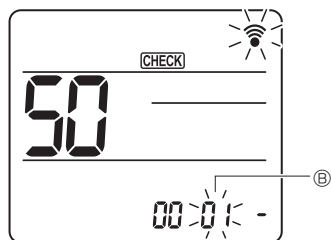

Fig. 6-21
- ③ Seleccione un modo
Pulse el botón **↓** para seleccionar el número de modo ③. (Fig. 6-21)